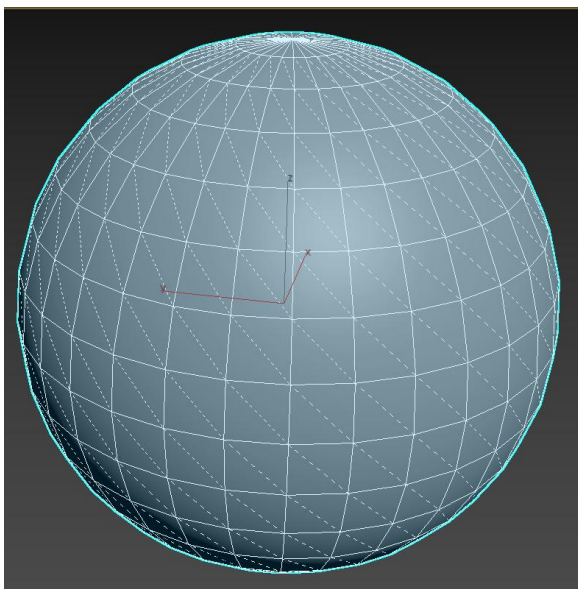

Рисунок 33 – Режим редактирования сеток
- **Редактирование сеток (Editable Mesh)** – метод, основанный на редактировании треугольных граней (**Face**) (рисунок 33). Эта особенность моделирования накладывает некоторые ограничения на возможности моделирования, но в целом позволяет реализовывать достаточно сложные геометрические формы.